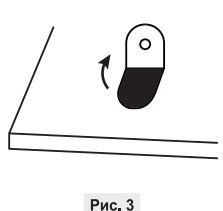

Рис. 3
5. Установите панель в ячейку потолка «Армстронг». Для установки на поверхность воспользуйтесь отверстиями в задней части панели, для установки на подвес воспользуйтесь отгибающимися ушками (Рис. 3).
5. Встановіть панель в осередок стелі «Армстронг». Для установки на поверхню скористайтеся отворами в задній частині панелі, для установки на підвіс скористайтеся відгинаються вушками (Рис. 3).